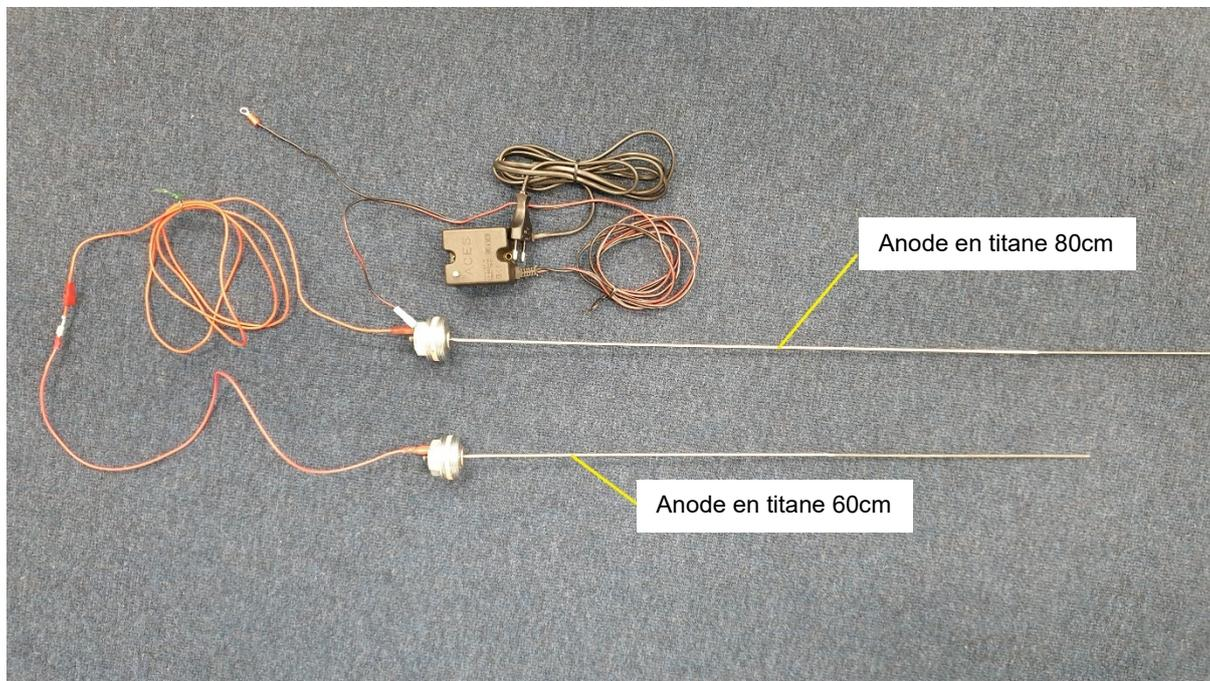

Figure 1 Dimensionnement du jeu d'anodes de courant externe
Étape 2 : Disposez soigneusement l'anode de courant externe réglée sur une surface propre (voir figure 1).